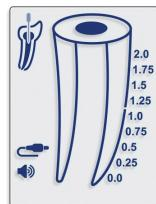

Fig. 4
- 5.4.7. Slut målekablet til enheden, og sorg for, at kabelikonet vises på displayet (Fig. 4).